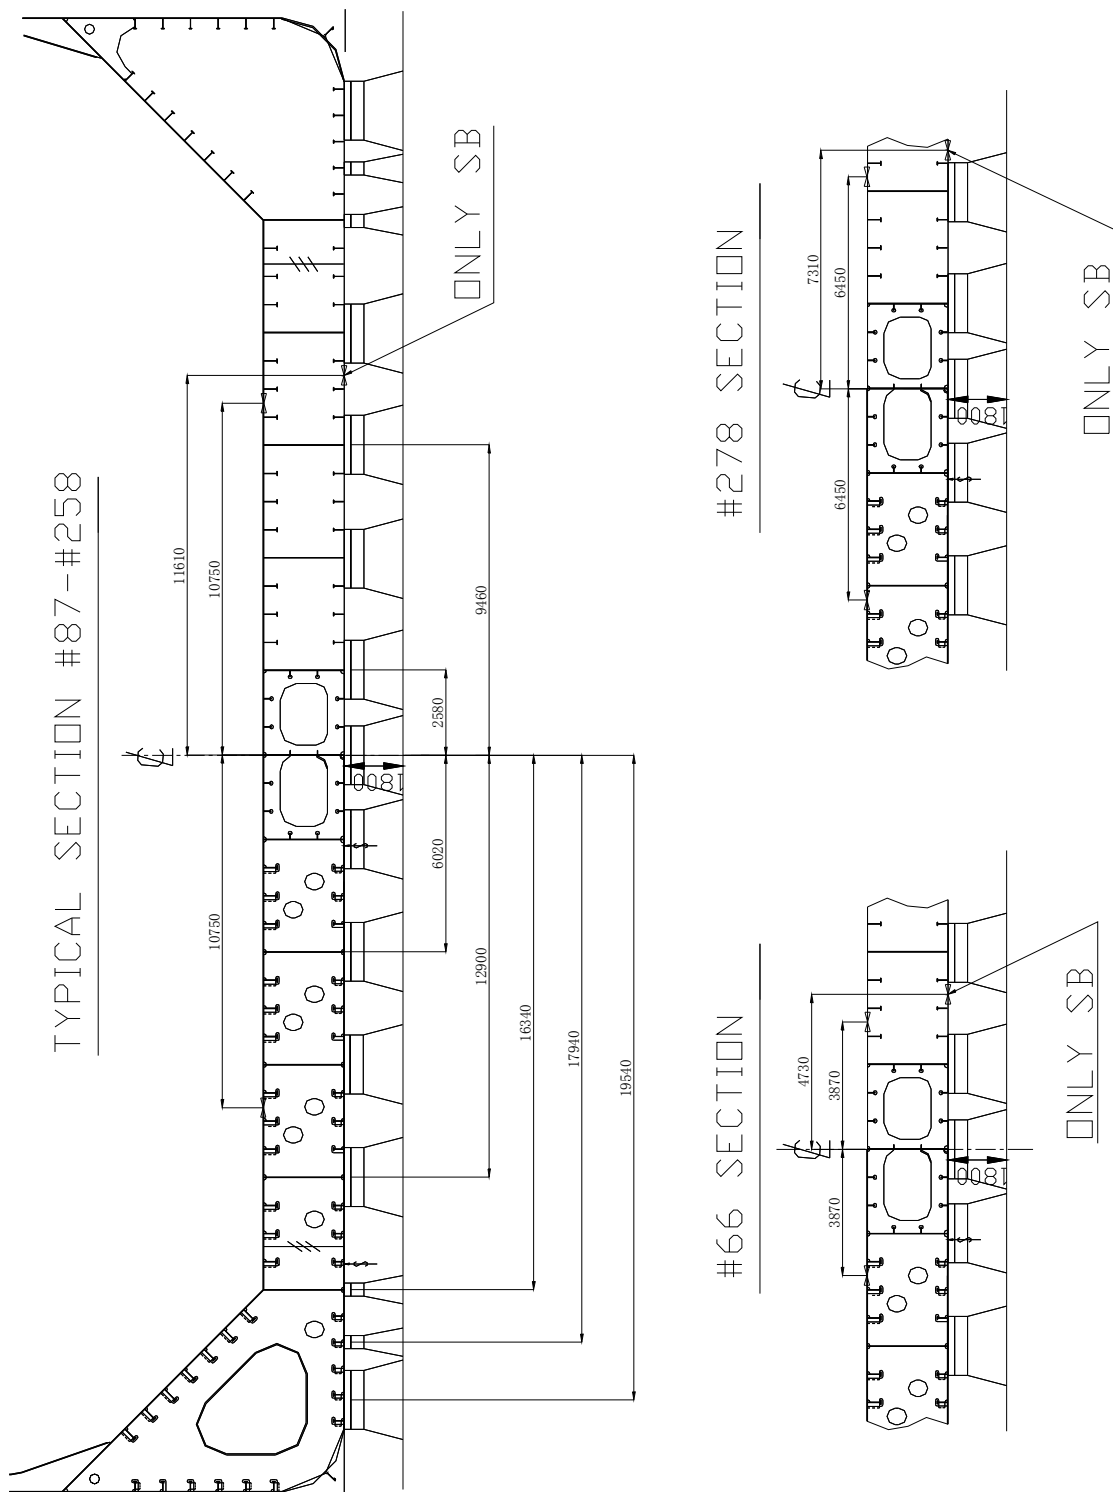

图 A. 3 双层底船体临时通道及工艺孔布置详图
5.3 双层底工艺孔临时通道及布置详图。参见附录 A 中图 A.3。
- 图 A.3 双层底船体临时通道及工艺孔布置详图。